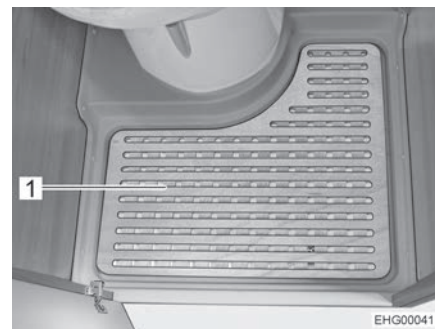

Fig. 149 Piastra del pavimento rimovibile
- Rimuovere la piastra del pavimento (Fig. 149,1) per utilizzare la doccia.